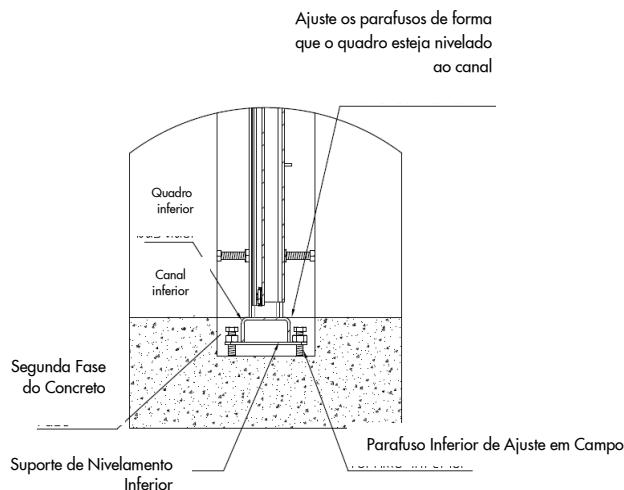

Figura 2
- Aline a comporta verticalmente ajustando os parafusos de Nivelamento Inferior (ver Figura 2). Certifique-se de que a parte inferior do quadro esteja nivelada com o canal inferior.